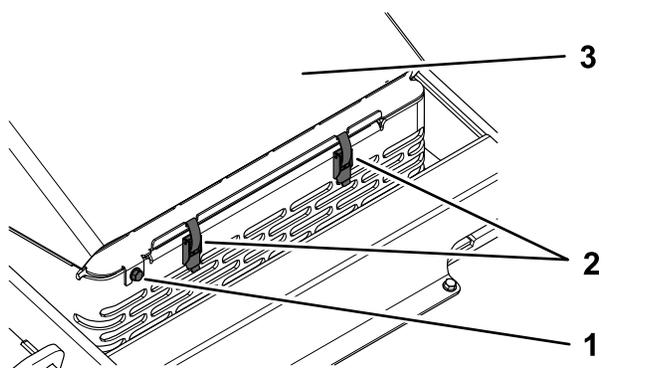

Рисунок 38
3. Ослабьте запорный винт капота (Рисунок 38).
4. Нажмите на капот вниз и удерживайте нажатым, чтобы отпустить 2 защелки (Рисунок 38).
5. Поднимите капот, чтобы открыть его (Рисунок 38).
2. Затяните запорный винт капота (Рисунок 38).